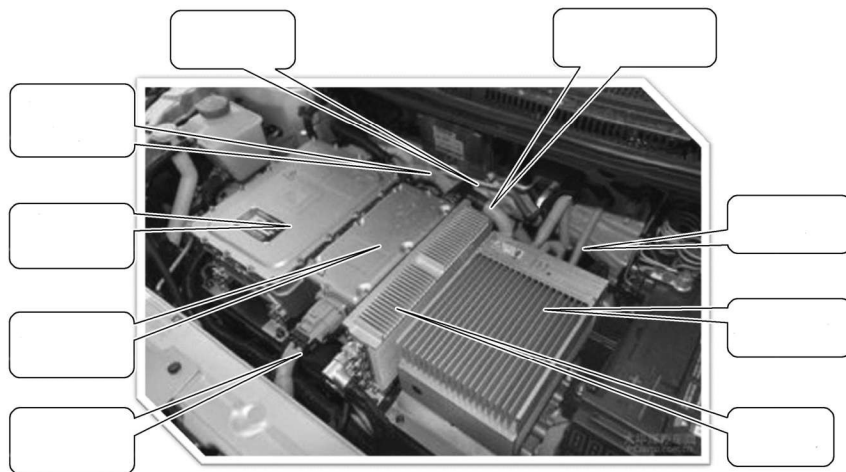

图 1-1-8 电机控制器认知
- (1) 打开发动机舱盖。
- (2) 在图 1-1-8 的框中填写相应部件的名称。